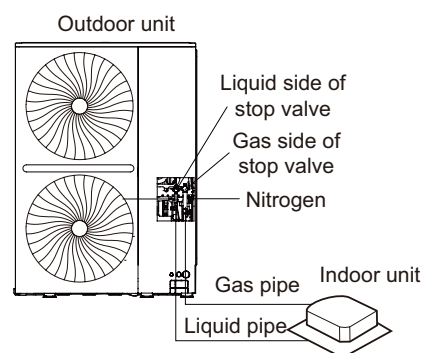

Fig.5.35
8. Lavar as outras aberturas da mesma forma, trabalhando em sequência a partir da unidade interior A em direção às unidades exteriores. Consultar Fig.5.35